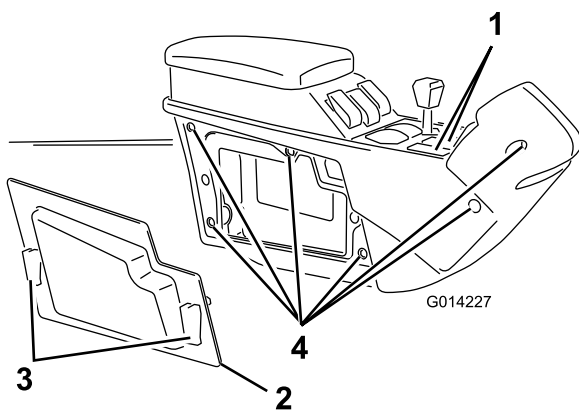

Figure 27
1. Déposez les 2 caches de trous d'interrupteurs du traceur à mousse sur la console centrale (Figure 27).
- Ouvrez les 2 verrous rapides et déposez le panneau droit de la console centrale (Figure 27).
- Retirez les 6 boulons qui fixent le couvercle droit à la console centrale (Figure 27).